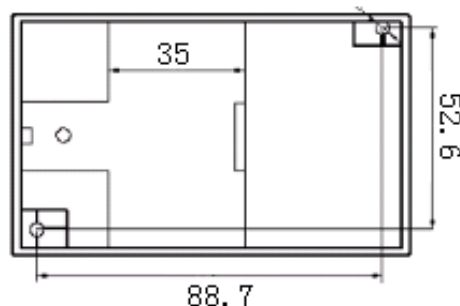

图 3、SK 外形安装尺寸图
产品采用 DIN35 导轨式安装或螺钉固定安装，其安装尺寸如图 3 所示(单位 mm)。
- ① 按图 3 所示的尺寸在固定板上打直径为 3mm 孔；
- ② 使用  $\Phi 3$  的螺钉插入孔中固定。